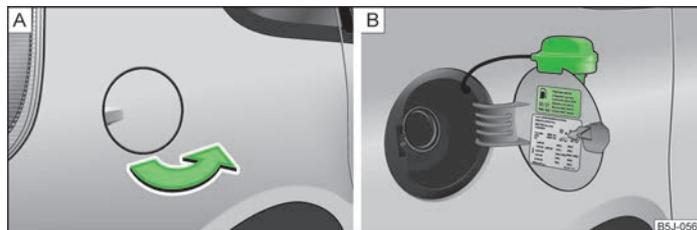

Fig. 112 Parte trasera del vehículo, lado derecho: Tapa del depósito/tapa del depósito con el tapón enroscado
En un adhesivo pegado en el lado interior de la tapa del depósito se indican el tipo adecuado de combustible para su vehículo, así como el tamaño de neumático y la presión de inflado del mismo » fig. 112 de la página 137 - B.
- Abrir la tapa del depósito de combustible con la mano » fig. 112 - A.
- Desenroscar hacia la izquierda el tapón de cierre del depósito y colocarlo desde arriba en la tapa del depósito » fig. 112 - B.